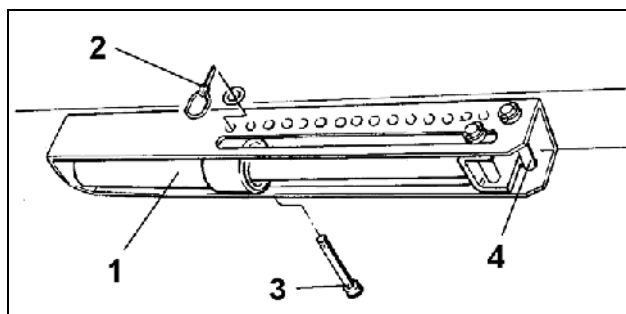

Fig. 87
Schließen Sie den Hydraulikzylinder (Fig. 87/1) an ein einfach wirkendes Traktor-Steuergerät (siehe Kap. 8.2) an und betätigen Sie das Steuergerät nur von der Traktorkabine aus.
Zwei Bolzen (Fig. 87/3 und Fig. 87/4) stecken als Anschlag des Hydraulikzylinders (Fig. 87/1) im Verstellsegment. Der Anschlag des Hydraulikzylinders liegt am Bolzen (Fig. 87/3) an, wenn der Hydraulikzylinder drucklos ist, und am Bolzen (Fig. 87/4) an, wenn der Hydraulikzylinder mit Druck beaufschlagt wird.
- Hydraulikzylinder (Fig. 87/1) mit Druck beaufschlagen.
- Bolzen (Fig. 87/3) in eine Bohrung der Lochgruppe einstecken und mit einem Klappstecker (Fig. 87/2) sichern.